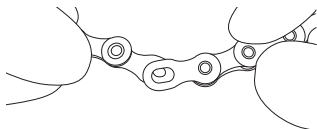

Abb.12
- Entfernen Sie das C-Link™, sowohl von der Innen- als auch von der Außenseite (Abb. 12).